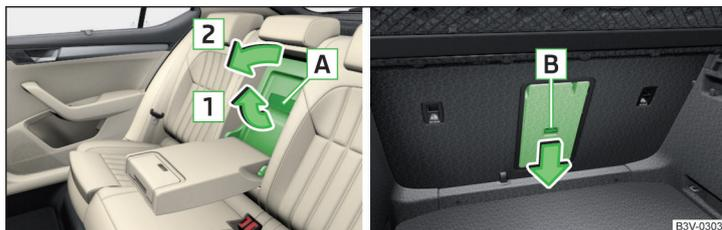

Abb. 120 Deckel öffnen: vom Fahrgastraum aus / vom Gepäckraum aus
- › Am Öffnungshebel **A** » Abb. 120 in Pfeilrichtung **1** bis zum Anschlag ziehen. Die Rastnasen am Deckel müssen vollständig in den Deckel einfahren und hörbar einrasten.
- › Die Armlehne hinten und den Deckel in der Sitzlehne herunterklappen » Abb. 120 auf Seite 101.